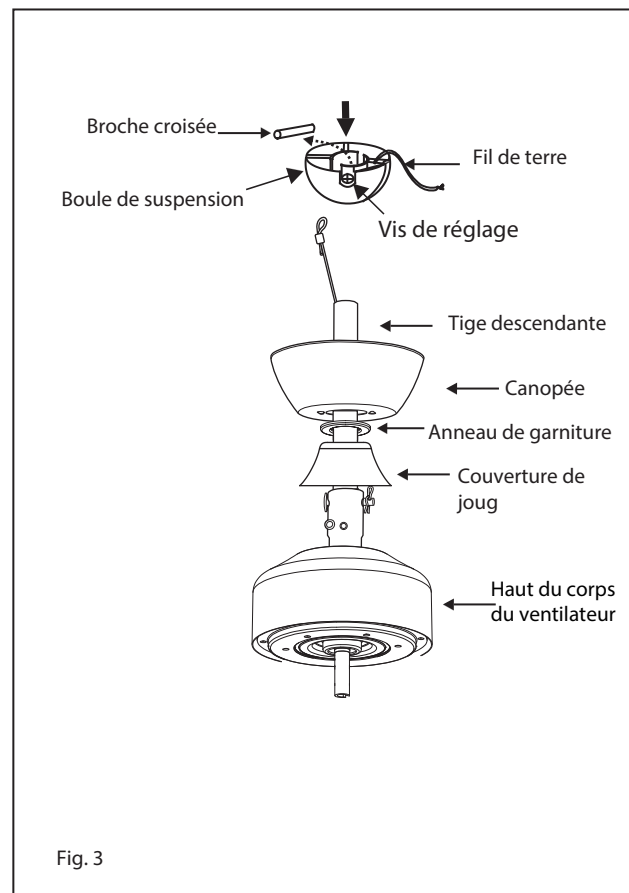

Fig. 3
- 6 Glissez le couvercle de joug, la bague de garniture et la verrière sur la tige de descente. (Fig. 3)
- 8 Faites passer les fils dans les trous du capuchon anti-humidité à bille en caoutchouc et faites glisser le capuchon sur le dessus de la bille. (Fig. 3) Soulevez la bille / tige descendante / ventilateur dans l'ouverture du support de suspension.
Un flux d'air VERS LE BAS crée un effet de refroidissement comme illustré à la figure 3. Cela vous permet de régler votre climatiseur sur un réglage plus chaud sans affectant votre confort.